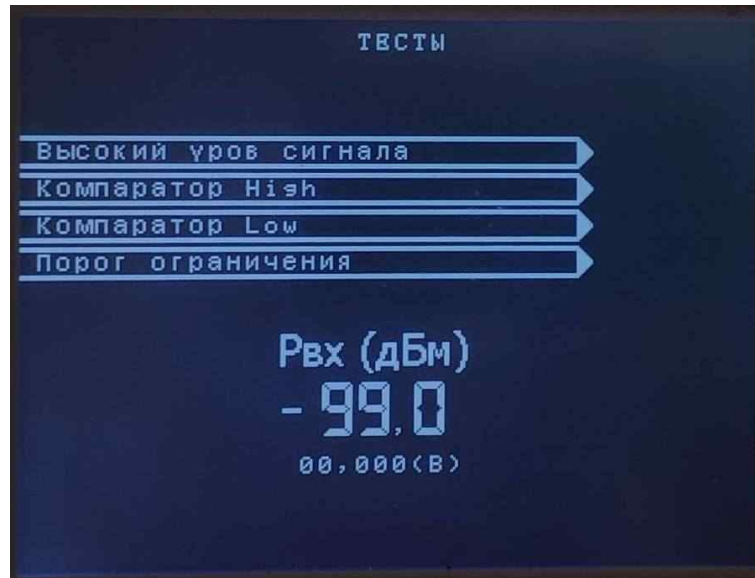

Рисунок 22 – Підрозділ «Компаратори»
3.5. «Компаратори» - підрозділ призначений для перевірки спрацювання компараторів. При зниженні рівня сигналу на вході нижче заданого порога спрацювання, загоряється відповідний сектор на дисплеї (див. рисунок 22). Додатково виконується виведення поточного рівня сигналу на вході ЛФ.